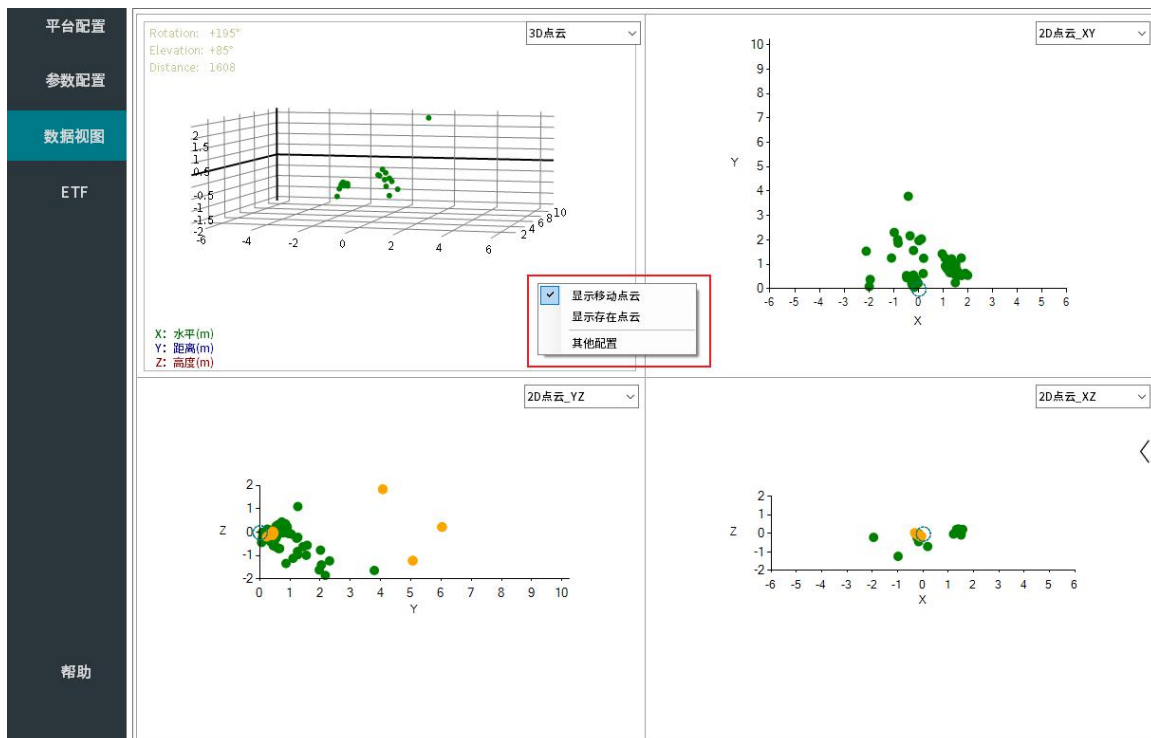

图 2-40 点云视图选择示例
- 2、如图 2-40 所示，通过在各宫格视图内点击鼠标右键，可选择是否“显示移动点云”（蓝色，默认打开），“显示存在点云”（橙色，默认打开）以及是否进行“其它配置选项”操作，图 2-40 中为“3D 点云”和“2D 点云_XY”视图关闭了存在点云，“2D 点云_YZ”和“2D 点云_XZ”视图默认打开存在点云的演示示例；